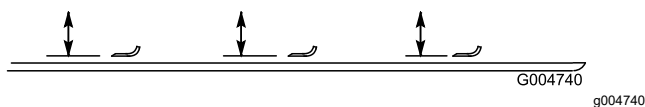

Figura 92
2. Gire la cuchilla hasta que los extremos estén orientados hacia adelante y hacia atrás, y mida desde el interior de la unidad de corte al filo de corte en la parte delantera de la cuchilla (Figura 92).